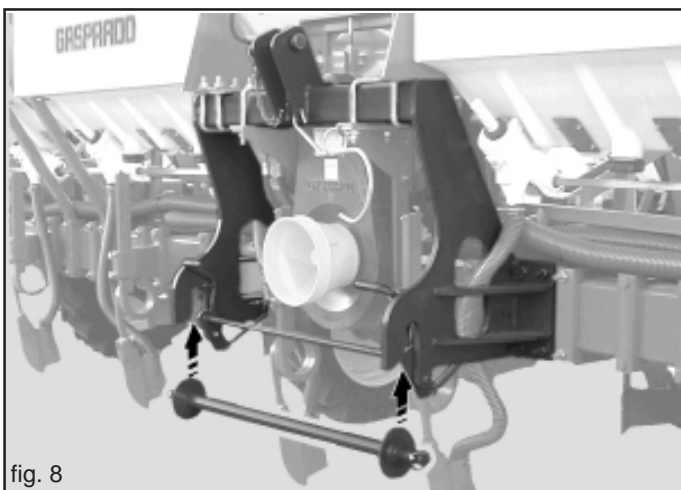

fig. 8
- 2) Colóquese con la misma debajo del eje vertical de los puntos de enganche de la sembradora (Fig. 8). Levante el elevador hasta que el dispositivo de bloqueo de la barra se bloquee.